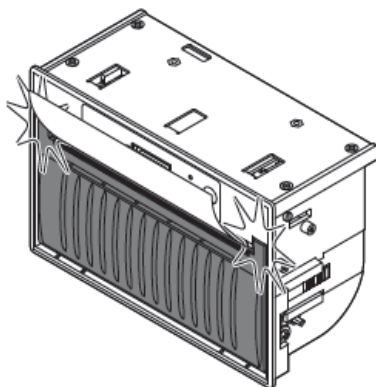

Рисунок 31
2.5.5 Закройте крышку отсека для бумаги. Для этого нажимайте на крышку, пока она не защелкнется. При этом небольшой участок бумаги должен выходить из-под крышки принтера (рисунок 31).